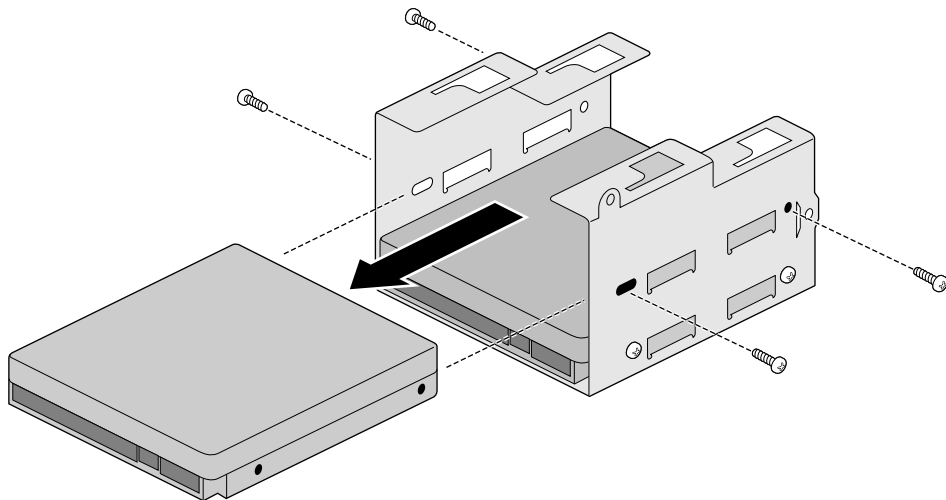

图 4-17 拆除驱动器托架上的硬盘驱动器
6. 拆除用于将驱动器固定到托架上的四个螺钉，然后将其拉出。具体操作如图 4-17 所示。